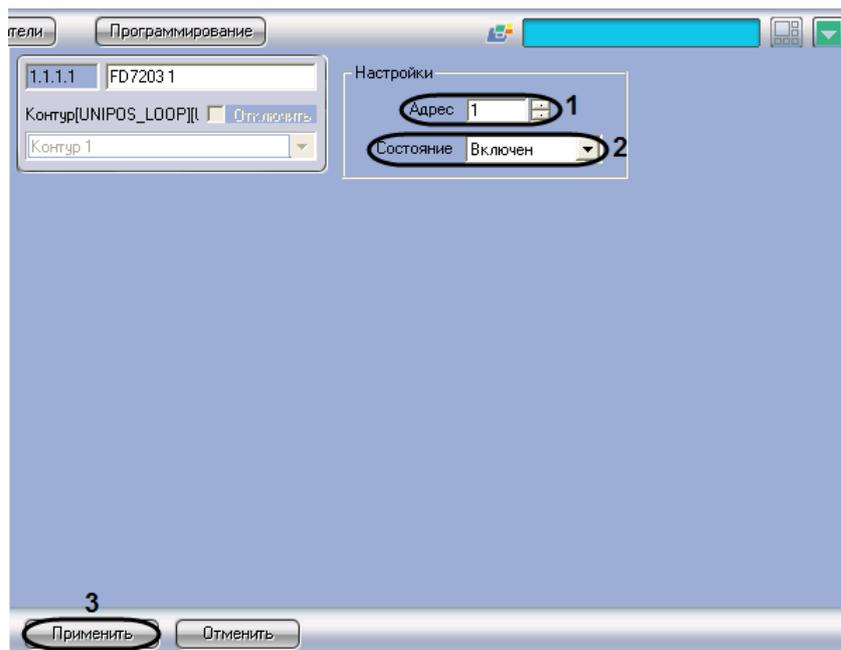

Рис. 3.6-2 Задание параметров адресного модуля FD7203
1. Перейти на панель настройки объекта **FD7203** (Рис. 3.6-2).
2. В поле **Адрес** ввести с помощью кнопок **вверх-вниз** адрес модуля *FD7203* в CAN-сети *ОПС Unipos* (см. Рис. 3.6-2, **1**).
3. Из раскрывающегося списка **Состояние** выбрать состояние (**включен/выключен**) адресного модуля (см. Рис. 3.6-2, **2**).
4. Для сохранения настроек во внутренней базе данных ПК *Интеллект* нажать кнопку **Применить** (см. Рис. 3.6-2, **3**).